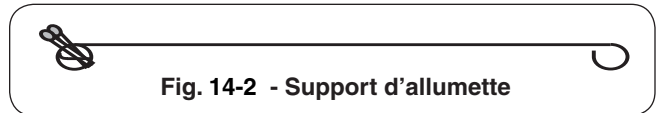
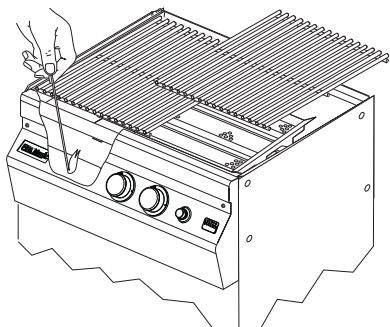

Fig. 14-2 - Support d'allumette
Fig. 14-3 - Éclairage manuel
2. Insérez un allumeur brûlant de butane de long-baril, une allumette brûlante de long-tige, ou une allumette brûlante tenue par un support de prolongation de fil (Fig. 14-2) par les grilles à cuire au brûleur (Fig. 14-3). Pour des backburners, tenez la flamme contre le matériel perforé du brûleur arrière. Pour des sideburners, tenez la flamme contre le brûleur.
RAPPEL-VOUS: POUR L'ÉCLAIRAGE MANUEL SÛR, PLACEZ Un ALLUMEUR BRÛLANT D'ALLUMETTE OU De BUTANE PRÈS Du BRÛLEUR - ALLUMEZ ALORS Le GAZ (voyez Fig. 14-3).